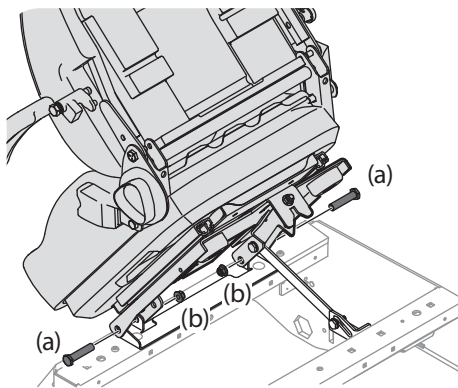

Figure 2-7
1. Retirez les écrous autobloquants à bride (b) et les boulons à épaulement (a) du sac contenant le manuel. Voir Figure 2-7.
2. Placez le siège en position de conduite, puis fixez-le comme indiqué à la figure 2-7.